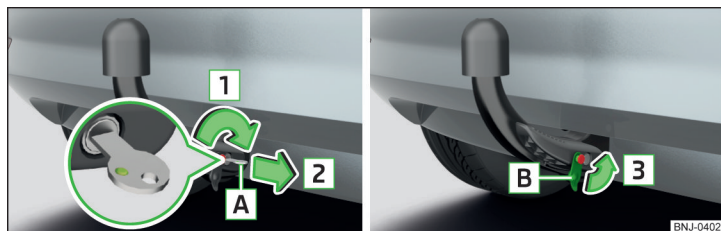

Fig. 237 Bloquear la cerradura y retirar la llave/ Introducir la tapa en la cerradura
- Gire la llave **A** en el sentido de la flecha **1** de manera que la marca verde muestra hacia arriba » fig. 237.